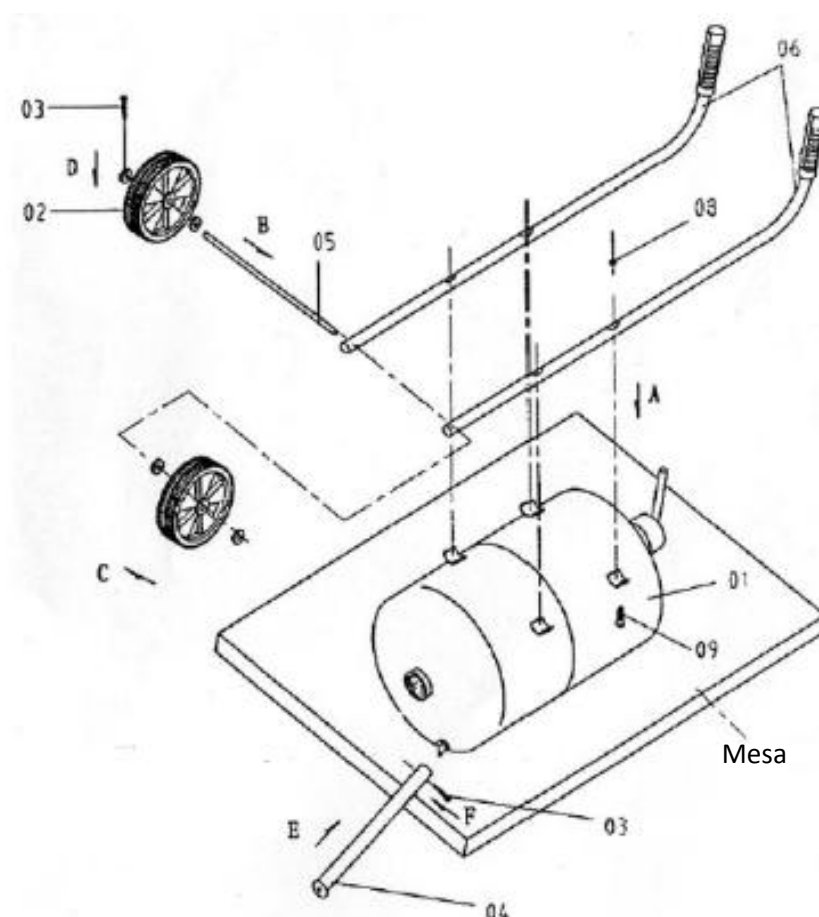

Figura 7
7. Instale as duas alças (6) no tanque usando quatro parafusos (9) e quatro porcas sextavadas (8). Observe que as extremidades das alças estão dobradas para cima (Figura 7).
8. Insira o eixo (5) nos furos localizados nas laterais das alças em sua superfície inferior. Coloque as rodas (2), uma em cada extremidade do eixo. Instale as rodas juntamente com as arruelas metálicas (31), posicionando cada uma em um lado da roda. Fixe as rodas com um pino (3).
9. Coloque o pé (4) no orifício correspondente localizado na parte inferior do tanque, próximo à borda. Utilize o último pino (3) para fixar a perna ao tanque.